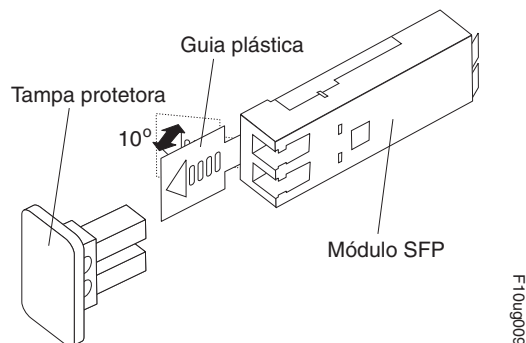

Figura 21. Destravando a Trava do Módulo SFP - Variedade Plástica
- Para módulos SFP que contêm guias de plástico, destrave a trava do módulo SFP puxando a guia de plástico 10° para fora, conforme mostrado na Figura 21.